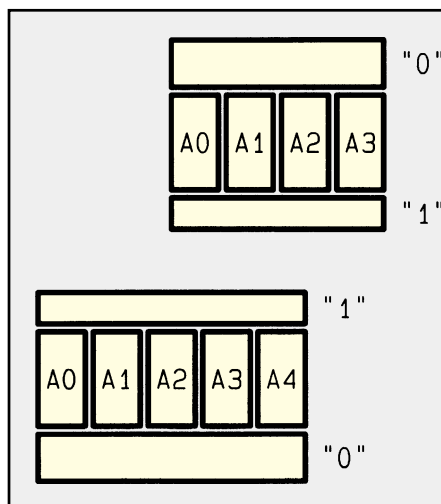

Bild 8: Codierfeld des 5-Kanal-Handsenders
Empfangsseite nachgeschalteten Decoders maximal 32 Kanäle übertragen werden können. Abbildung 8 zeigt das Codierfeld auf der Unterseite der Platine des 5-Kanal-Handsenders. Es sind die 3 Zustände „0“, „offen“ und „1“ vorhanden, wodurch sich $3^9 = 19683$ verschiedene Sicherheitscodes ergeben. Mittels eines LötKolbens und ein wenig Lötzinn können die mit A 0 bis A 8 bezeichneten Codierflächen entsprechend der gewünschten Codierung mit Masse (0) oder Versorgungsspannung (1) verbunden werden. Wird keine Verbindung zur Masse- oder Versorgungsspannung hergestellt, so entspricht dies dem Zustand „offen“. 5-Kanal-Handsender und das angesprochene Gerät kommunizieren nur dann miteinander, wenn bei beiden die Codierung identisch ist.